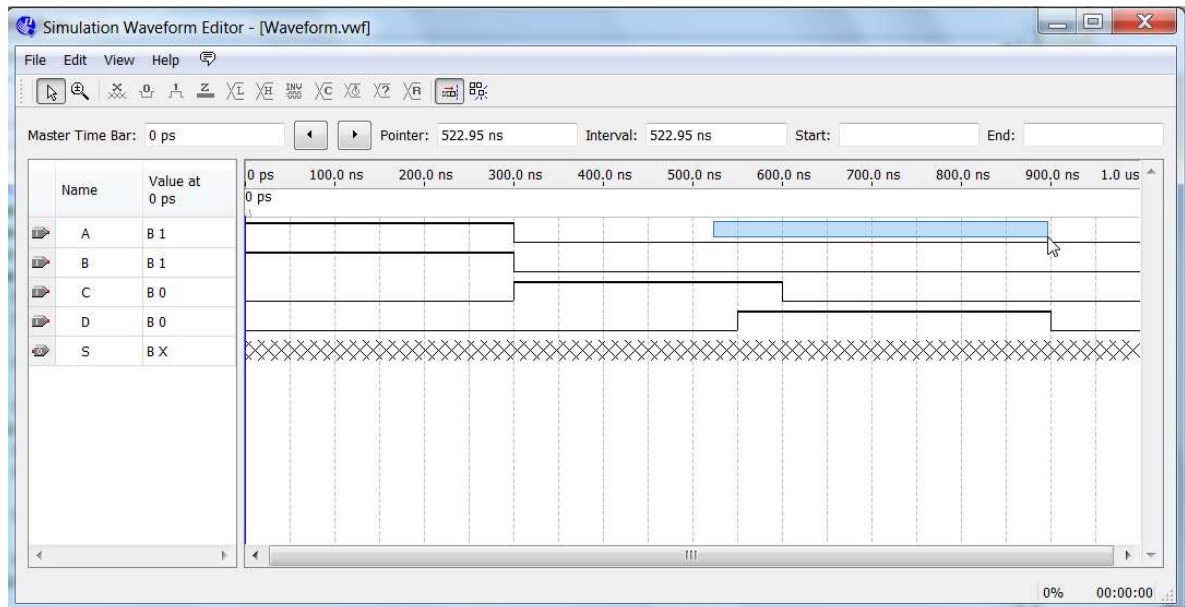
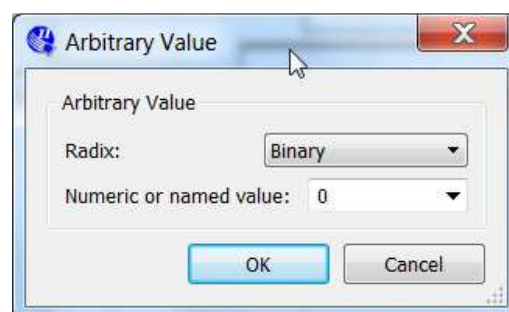

Figura 25 - Marcação de um intervalo para definir um valor
Figura 26 - Seleção de um valor
**Dica:** para definir um valor de um sinal em um intervalo, marque o intervalo sem cruzar as linhas horizontais (Figura 25). Depois clique duas vezes na caixa azul e defina a valor desejado na janela que se abre (Figura 26).